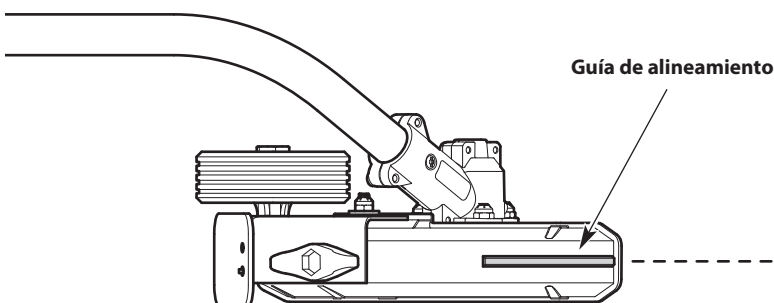

Fig. 14
- Usa la guía para ayudar a mantener un alineamiento adecuado (Fig. 14).